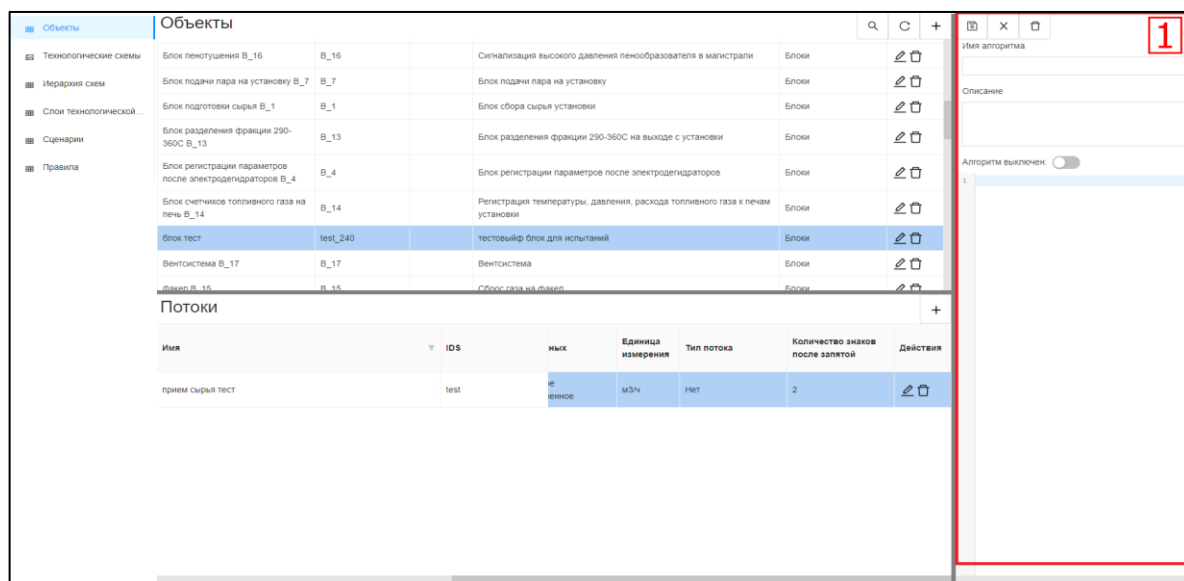

Рисунок 21. Окно создания/редактирования алгоритма для потока
- в области «Потоки» выбрать необходимый поток (Рисунок 21).
- в области «Потоки» выбрать необходимый поток (Рисунок 21). В области «Алгоритм» отразится алгоритм, связанный с данным потоком.